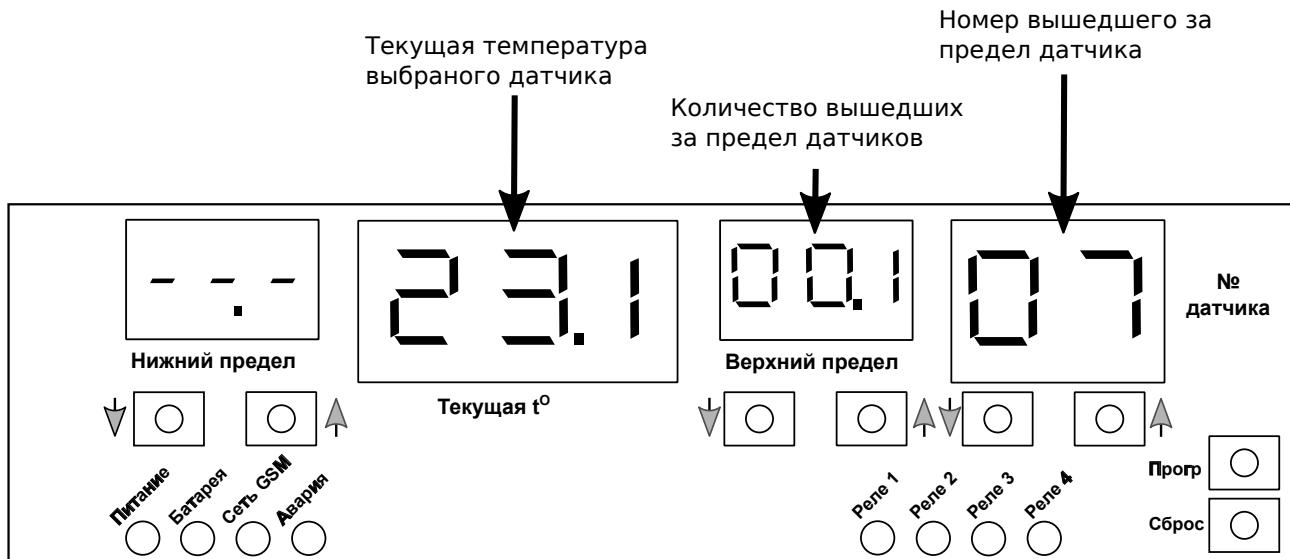

Рис. 10 Экран тревоги.
Если показания хотя бы одного датчика выходят за выставленные пределы более 30 секунд, то будет отображаться Экран Тревоги. На крайнем правом экране ④ отображается номер датчика, на экране верхнего предела ③ отображается количество вышедших за пределы или неисправных датчиков. Для просмотра температур всех вышедших за пределы датчиков или связь с которыми потеряна(отображаются прочерки вместо температуры) служат кнопки <Меньше/Больше> под экраном ④. В режиме тревоги для переключения между основным экраном и экраном тревоги служит комбинация клавиш <Меньше>+<Больше> (нажать одновременно) под экраном ④. На Рис. 10 показано как выглядит экран тревоги.